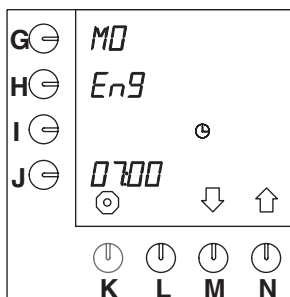

Fig. 30 Réglage de la langue
- Au bout de 10 secondes, le paramètre par défaut "EnG" s'affiche en clignotant à côté de la touche de programmation (fig.30).